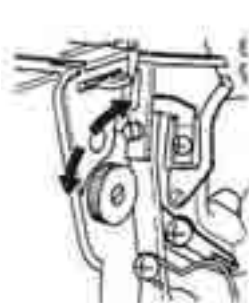
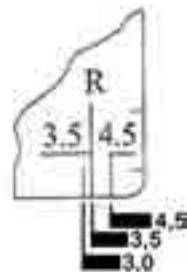

Abb.38
Abb.39
- Drehen Sie den Nahtbreiteneinstellknopf 24 auf die gewünschte Nahtbreite (Abb. 38). Richten Sie sich dabei nach der Skala auf der Stichplatte 13 (Abb. 39).